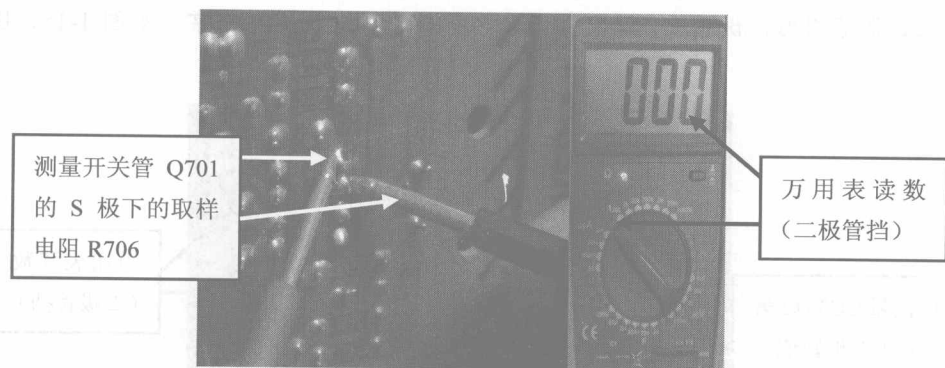

图 1-12
⑦ 更换电源控制芯片 UC3842, 再次用二极管挡检查开关管电源控制芯片 UC3842 第 6 脚的对地电阻, 测得其数值还为 0, 说明 UC3842 的脉冲输出脚下级有故障, 如图 1-12 所示。